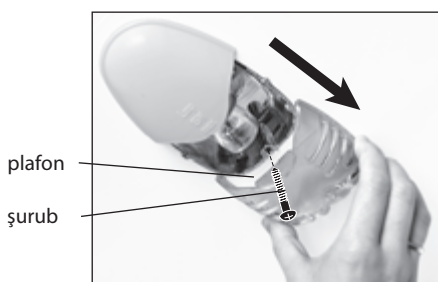

Figura 10
- în conformitate cu Figura 10 deșurubați șurubul, demontați plafonul în direcția indicată de săgeată;